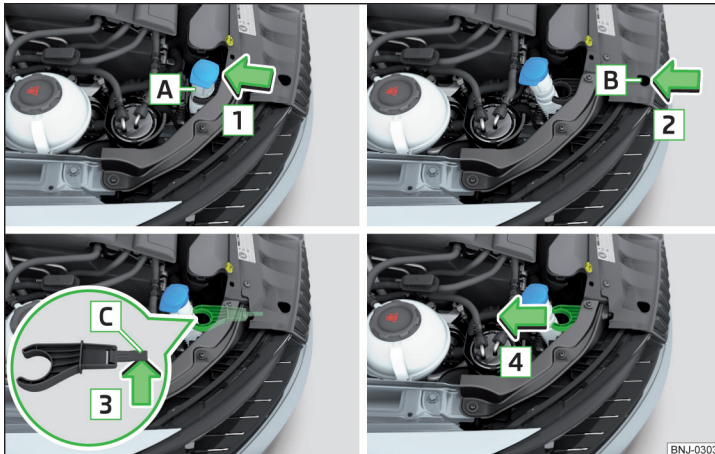

Abb. 297 Halterung des Waschwasserbehälterstutzens abnehmen
- › Den Behälterstutzen **A** aus der Halterung in Pfeilrichtung **1** lösen » Abb. 297.
- › Die Halterung des Behälterstutzens entgegen der Pfeilrichtung **4** einschieben » Abb. 297.